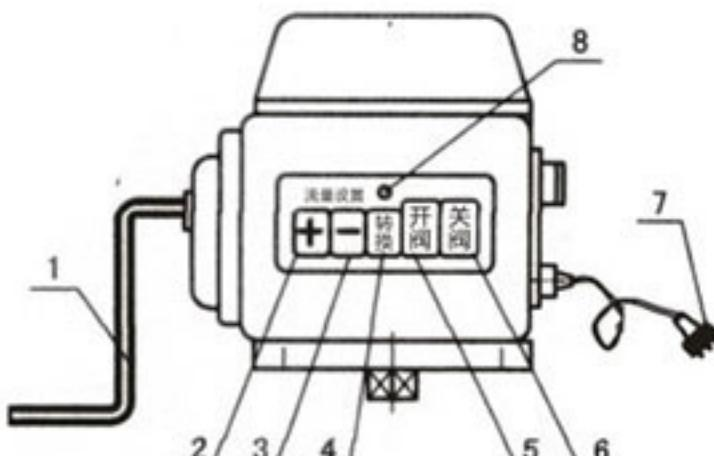
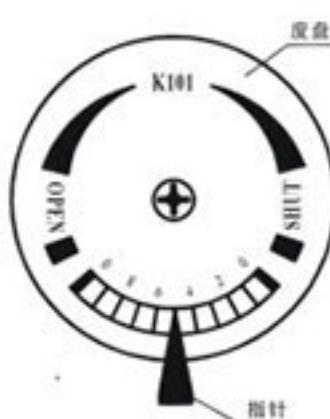

图9 智能执行器正面视图
图12 阀位指示度盘
7.6 电动开、关阀 见图9。在智能执行器的正面设有电动“开阀”和“关阀”按键，以及状态转换键。当需要电动操作流量阀时，要先按一下状态转换键，使电路处于“电动操作流量阀状态”，即状态转换指示灯发亮时方能进行电动开、关阀操作。在智能执行器的上面还设有阀位指示度盘，见图12所示。能直观地看出流量阀的开度情况，从SHUT（关闭）到OPEN（全开）的一个行程内电动操作大约需要30秒时间。提醒注意：只要按动了“开阀”或“关阀”键，此前所设定的流量数据将被清除或无效，
7.7 手动开、关阀 在测控仪智能执行器左侧上方设有专供人工手动开、关阀操作的插口，见图9所示。当用户需要进行人工手动摇把操作时，无论是交流式或直流式测控仪都必须拔下外供电源的插头，即切断外供电源后，才可进行手动摇把操作，否则有可能发生安全事故或损坏智能执行器内的齿轮。出厂时已提供了专用的手动摇把，请不要随便用其他扳手代替。在插口处由于经过了多级齿轮的减速，正常情况下手动操作也很轻松，如果出现手动操作很吃力的异常情况，就不要勉强操作，应由技术人员拆卸检查流量调节器（阀）的阀片是否被卡住。
7.10 流量设置 即瞬时流量的设置，见图9。在智能执行器的正面还设有流量设置“+”和“-”按键，当用手指头按一下流量设置“+”键，仪表头上的显示屏就会从“总流量显示页面”转换为“流量设置显示页面”，见图17所示，在“流量设置显示页面”里有一个标志符号“P”闪动着，这是提示用户可根据需要继续按动流量设置“+”或“-”键进行瞬时流量值的设定。其中流量设置“+”是数值增大键，“-”是数值减小键。当瞬时流量值的设定完成后，稍待片刻，显示屏将自行恢复到“总流量显示页面”。